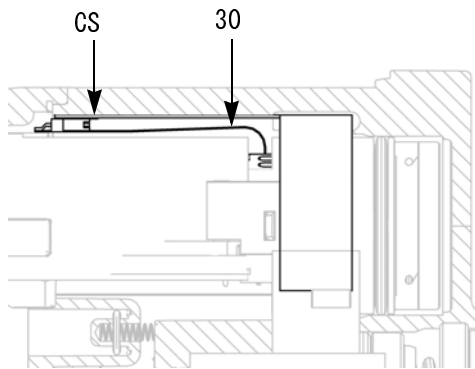

図 28. フレキシブル回路の接続
- 電源 / タービンアセンブリを、ガン本体 (10) に挿入します。接地ストリップ (EE) がガン本体に接していることを確認してください。
Smart モデルのみ：6 ピンフレキシブル回路 (30) のコネクタの位置をガン本体上部のソケット (CS) と合わせます。図 28 を参照してください。